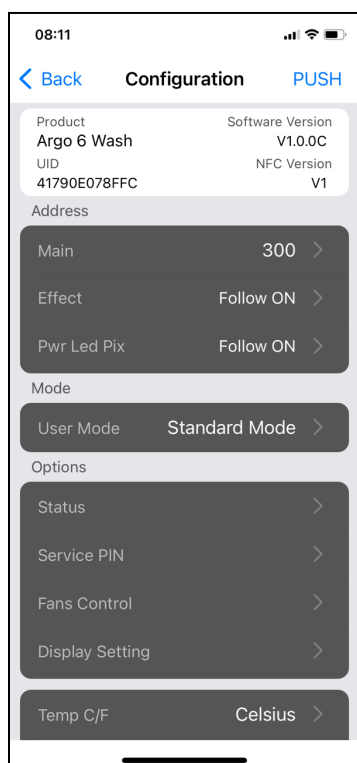
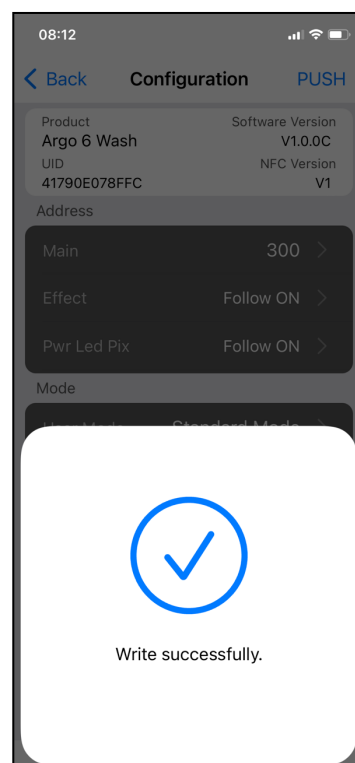

Figure 6
Figure 8
- 3) Appuyez sur PUSH dans le coin supérieur droit de l'écran (figures 6&7) et placez la zone NFC de votre smartphone proche de la zone NFC de l'appareil (figure 8)